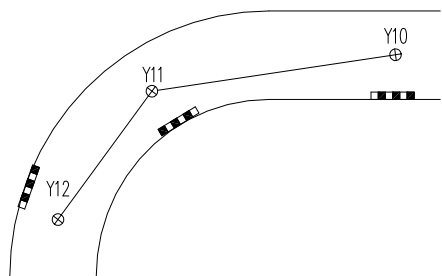

图 6-31 “沿线单布”布置
- “沿线单布”选项：单击该按钮，可选定 LINE、PLINE、ARC 或外部参照线作为参考线来布置雨水口，此种绘制方式没有自动连接雨水管，布置结果如图 6-31 所示。